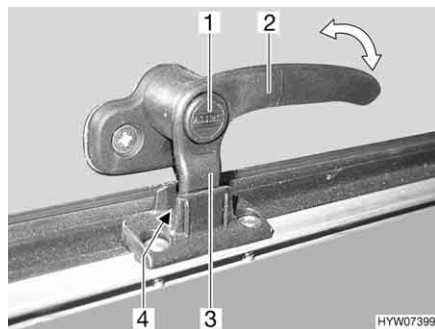
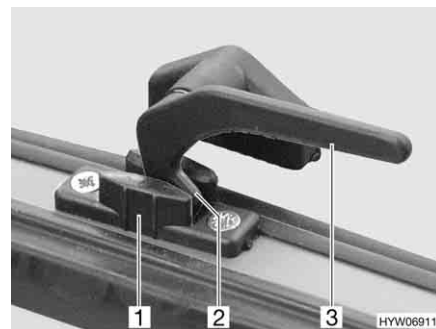

Bild 51 Verriegelungshebel mit Sicherungsknopf in Stellung "Dauerbelüftung"
Bild 52 Verriegelungshebel in Stellung "Dauerbelüftung"
- in Stellung "Dauerbelüftung" (Bild 51 und Bild 52)
- Wenn vorhanden, Sicherungsknopf (Bild 51,1) drücken und gedrückt halten.
- Den Verriegelungshebel (Bild 51,2 oder Bild 52,3) eine viertel Umdrehung zur Fenstermitte hin drehen.
- Den Verriegelungshebel wieder zurückdrehen. Die Verriegelungsnase (Bild 51,3 oder Bild 52,2) am Verriegelungshebel dabei in die Aussparung der Fensterverriegelung (Bild 51,4 oder Bild 52,1) einfahren.
- Wenn vorhanden, Sicherungsknopf (Bild 51,1) loslassen.